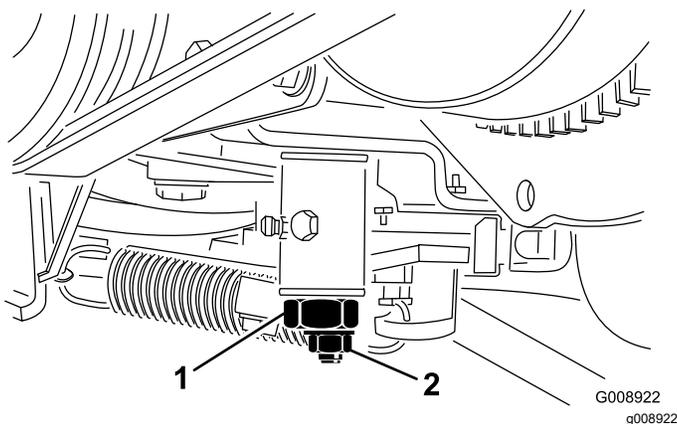

Figura 59
3. Desaperte a porca de bloqueio no excêntrico de tração (Figura 59).